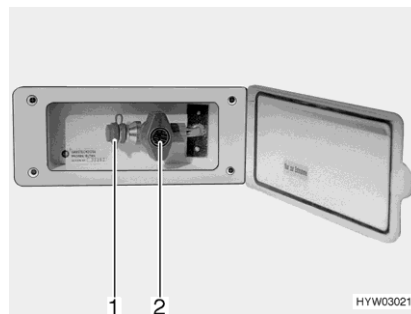

Fig. 133 Presa gas esterna (rubinetto di arresto del gas chiuso)
- Collegare l'apparecchio a gas esterno all'attacco (Fig. 133,1).
- Aprire il rubinetto di arresto del gas (Fig. 133,2).